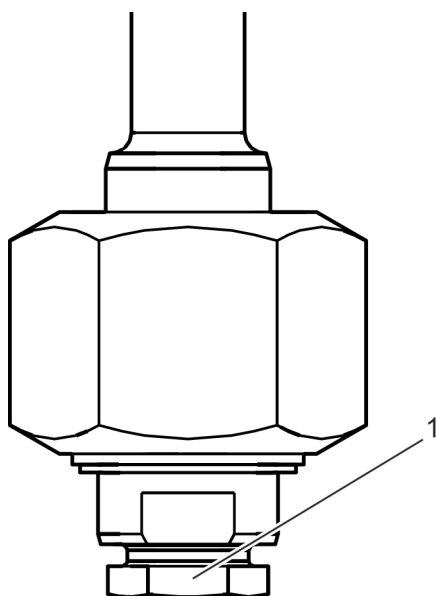

Abb. 20: Druckschraube lösen
- 12.** ▶ Druckschraube (Abb. 20/1) mit Schlüssel SW 27 linksherum lösen.